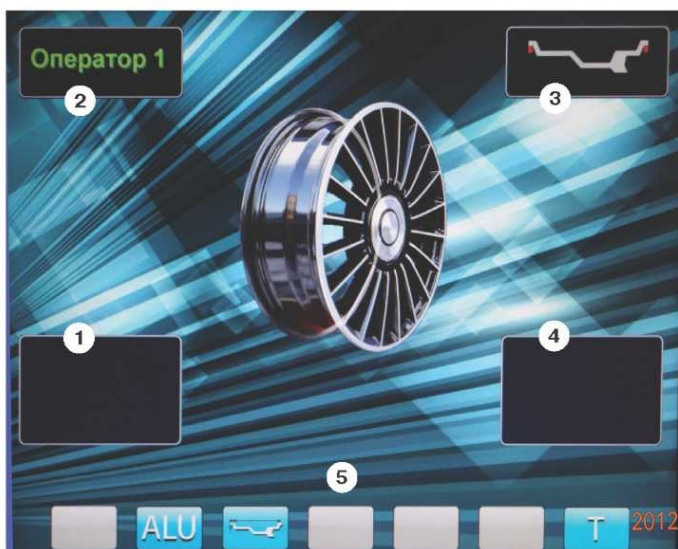
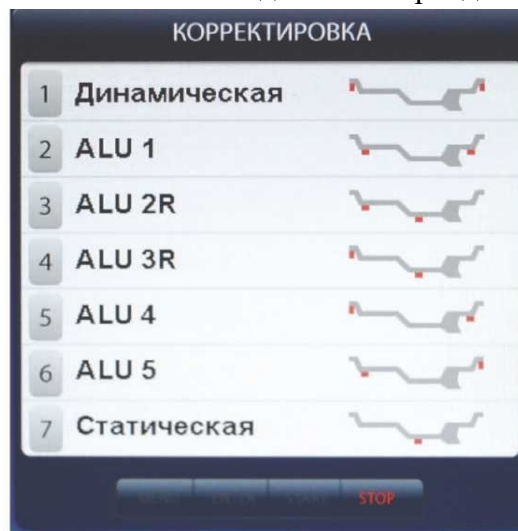

рис.8.2.
рис.11.3.
8.3. После включения питания СБ на экране монитора отображается фирменная заставка, которая через несколько секунд сменяется отображением экрана основного рабочего режима (рис. 8.2).
Для выбора схем расположения грузов в программах «ALU1-ALU5» необходимо, находясь в режиме основного рабочего экрана, нажать кнопку «ALU», при этом открывается окно схем установки грузов, отмеченных номерами рис. 11.3. Если после введения размеров колеса установился экран ввода геометрических параметров, необходимо перейти в экран основного рабочего режима нажатием кнопки «STOP». Для выбора нужной схемы нажмите кнопку верхнего ряда клавиатуры с соответствующим номером. Выбранная схема установки грузов отображается в окне 3 экрана основного рабочего режима (рис. 8.2).
случае в окнах 1 и 4 (рис. 8.2) высвечиваются «ОК». Минимальный дисбаланс, отображающийся в окнах 1 и 4, равен 5г. Дисбаланс, превышающий 5г, округляется до величины кратной 5, т. е. дисбаланс 9, 10, 11 и 12 г отображается цифрой 10, дисбаланс 13, 14, 15, 16 и 17 г - цифрой 15 и т. д. Для просмотра неокругленного значения дисбаланса или дисбаланса менее 8г. необходимо нажать кнопку «<<», при этом в окнах 1 и 4 на 2-3 сек высвечиваются фактические значения дисбаланса, определенные в данном запуске.
12.3.4. Для проверки результатов балансировки снова запустите СБ. Если колесо отбалансировано правильно, на индикаторах 1 и 4 (рис. 8.2.) отображаются символы «ОК».